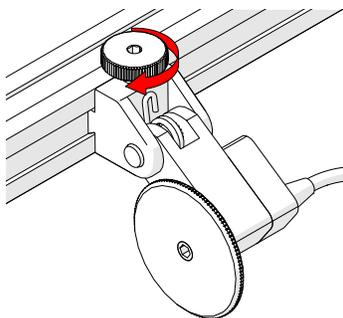

Fig. 31 - Tighten knob
2. Tighten the encoder knob (*Fig. 31*).